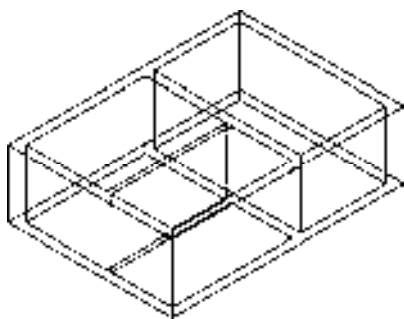

图 3-6 三维效果
6) 将当前视图转换成“西南等轴测视图”, 观察墙体的三维效果, 如图 3-6 所示。